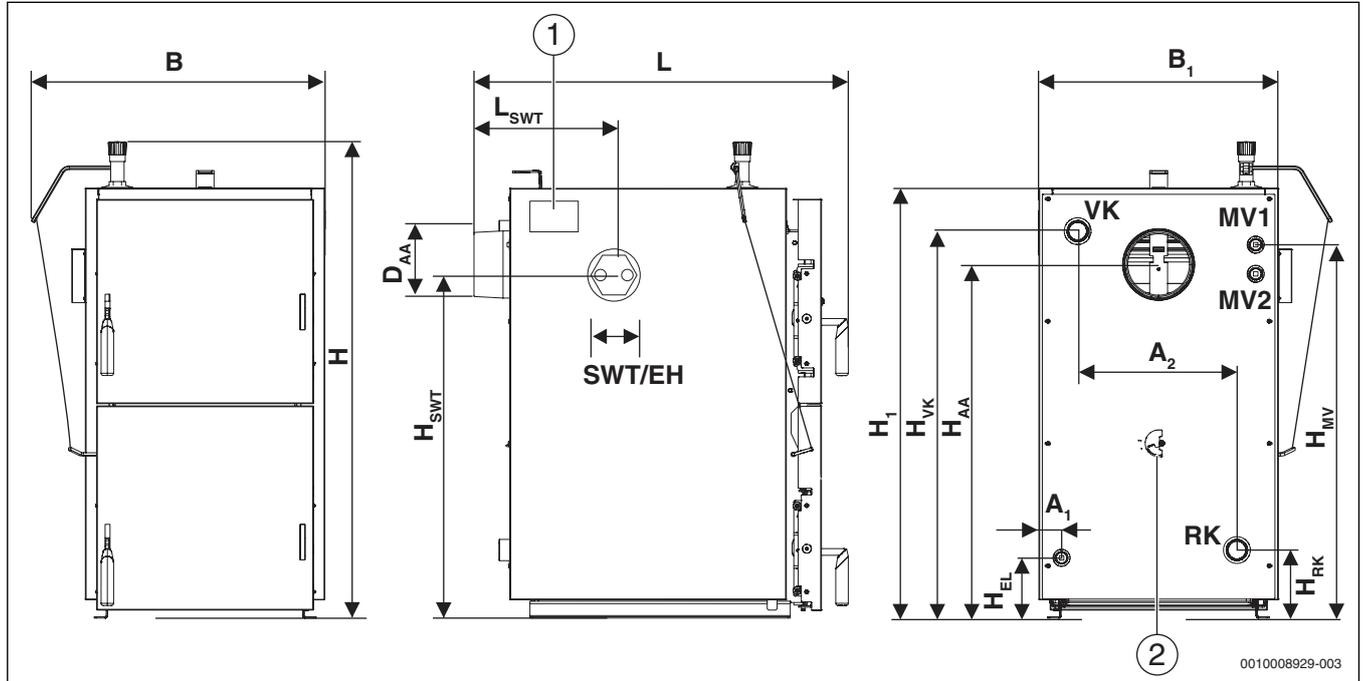

Рис. 5 Размеры Logano S131-22 H
- ▶ Наклейте заводскую табличку в хорошо доступном и видимом месте, например, вверху на боковую стенку котла (→ рис. 5, стр. 7).